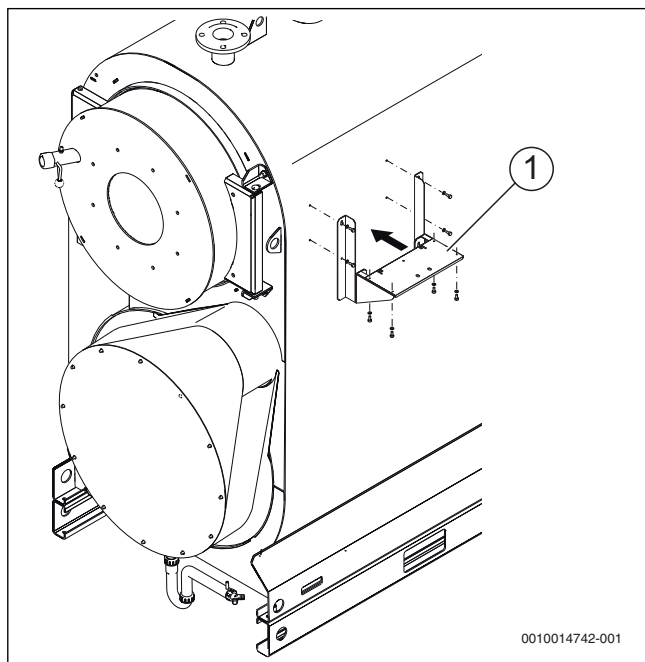

Рис. 21 Монтаж кронштейна системы управления
- ▶ Закрепите кронштейн системы управления прилагаемыми самонарезающими винтами (→ рис. 21, [1], стр. 25).